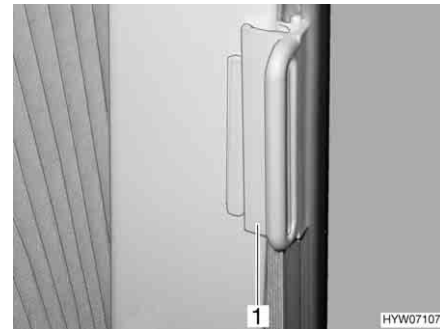

Bild 37 Verriegelung für faltverdunklung
- Den Griff (Bild 37,1) auf den Aufsatz schieben. Die faltverdunklung ist gesichert.